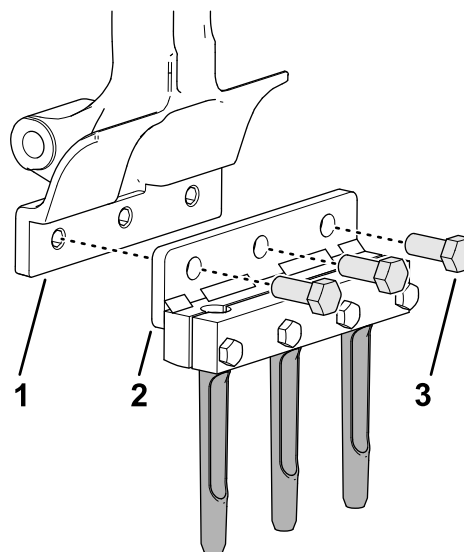
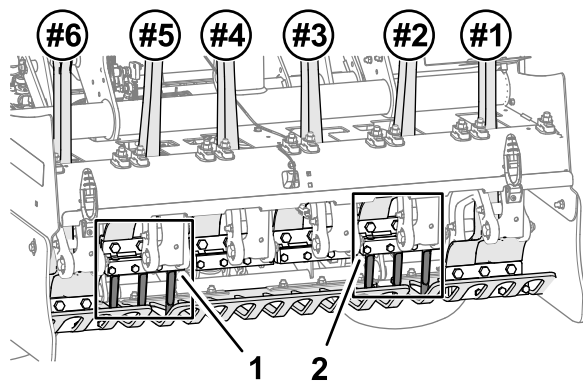

Figura 43
Figura 42
1. Asamblați, fără a strânge, suportul pentru dini i dinii la braul de dinte #2 (Figura 42 i Figura 43) cu 3 uruburi ( $1/2 \times 1 \frac{1}{4}$ ").